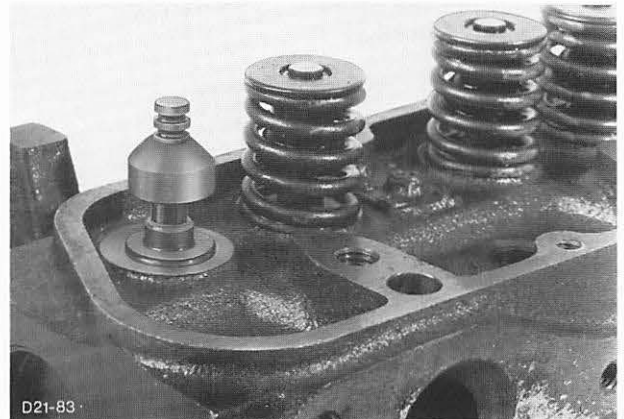

Abb. 255 Ölabschirmring auf Ventilschaft stecken, „A“-Motor
6. Ventil-Keilnute mit Klebefolie abkleben, neuen Ölabschirmring auf Ventilschaft stecken, Abb. 255, und bis zur Anlage herunterschieben. Klebefolie von Ventilschaft wieder entfernen. Ventildfeder und Ventildfederteller aufsetzen, mit Spezialwerkzeug zusammendrücken und Ventilkeile einsetzen. Ventildfeder entspannen und Spezialwerkzeug abbauen.